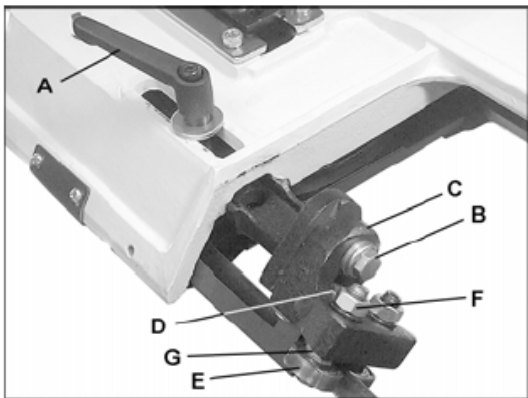

Рис.9
Открутите винт (В, Рис. 9) и отрегулируйте блок (С) с опорным подшипником (D) на расстоянии приблизительно 0,1 мм от полотна пилы.